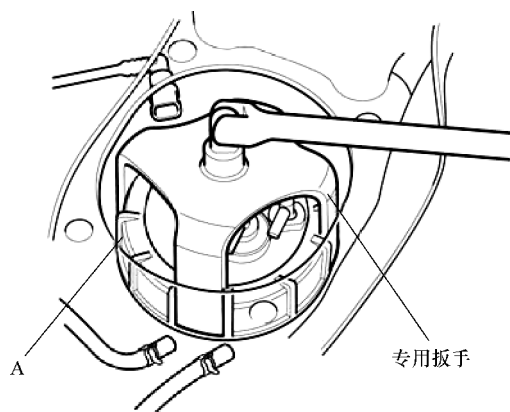

图 18-15 松开锁紧螺母
- 7) 使用专用扳手松开锁紧螺母 A，如图 18-15 所示。